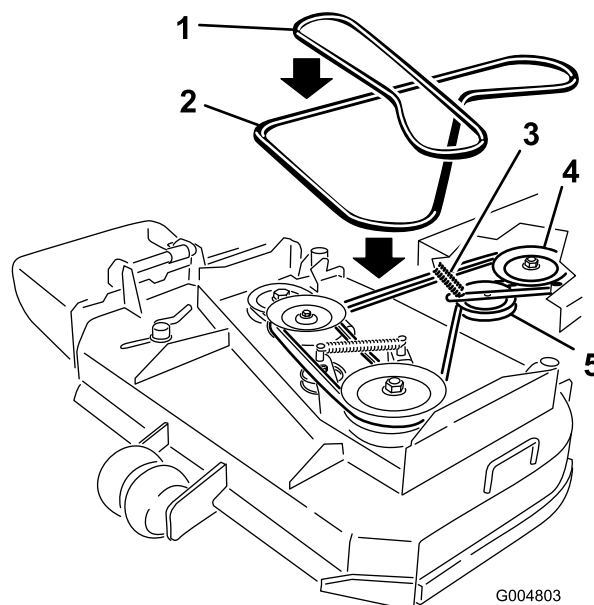

Bild 45
7. Nehmen Sie den Riemen von der Motorspannscheibe und der gefederten Spannscheibe ab (Bild 45).
8. Setzen Sie den neuen Riemen auf die Motorspannscheibe und die gefederte Spannscheibe auf (Bild 45).
9. Rollen Sie den Riemen auf die mittlere Spannscheibe am Mähwerk (Bild 45). Passen Sie beim Einsetzen des Riemen auf, da sich die Spannung aufgrund der gefederten Spannscheibe erhöht.
6. Rollen Sie den Riemen von der mittleren Spannscheibe am Mähwerk (Bild 45). Passen Sie